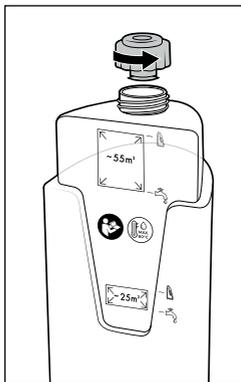

Fig. 7
- ◆ Vend brugsvandsbeholderen **11** om, og skru låget af (se fig. 7).